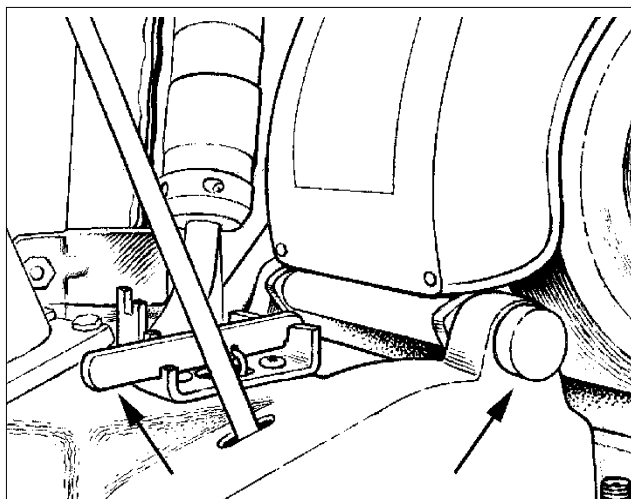

Figure 16
Vous avez le choix entre trois (3) types de pression: élevé, moyenne et légère. Plus la position est basse et plus la pression est élevée. Pour modifier les paramètres, soulevez le levier et déplacez-le dans la position désirée. (voir figure 16).